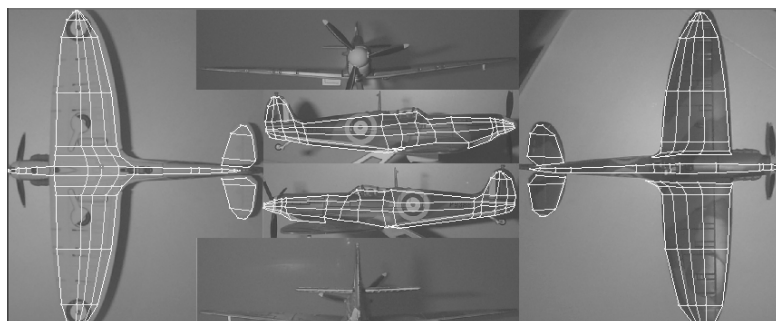

Fig.9.114
- 7 Dans le menu **Options**, sélectionnez **Options avancées**. Désactivez le champ **Afficher grille** et entrez la valeur de 0.75 dans le champ **Luminosité du recouvrement**, pour rendre l'image bitmap plus lisible (fig.9.114). Cliquez sur OK.